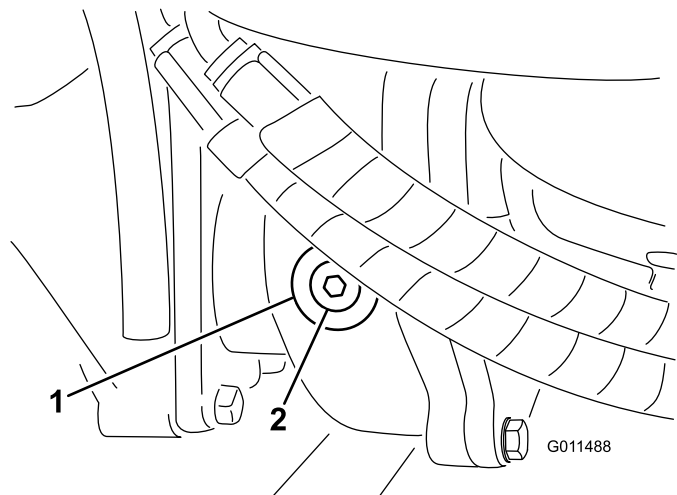

Figura 16
2. Retire el tapón de verificación/llenado del lado izquierdo de la caja de engranajes (Figura 16) y asegúrese de que el lubricante llega al borde inferior del orificio. Si el nivel es bajo, añada suficiente lubricante para que el nivel llegue al borde inferior del orificio.